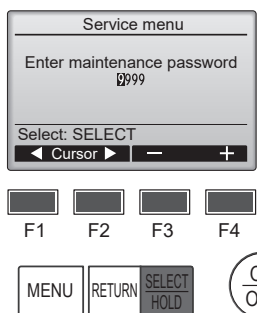

Fig. 6-2
- 2 Una vez seleccionado el Menú Revisión aparecerá una ventana que pide la contraseña. (Fig. 6-2)